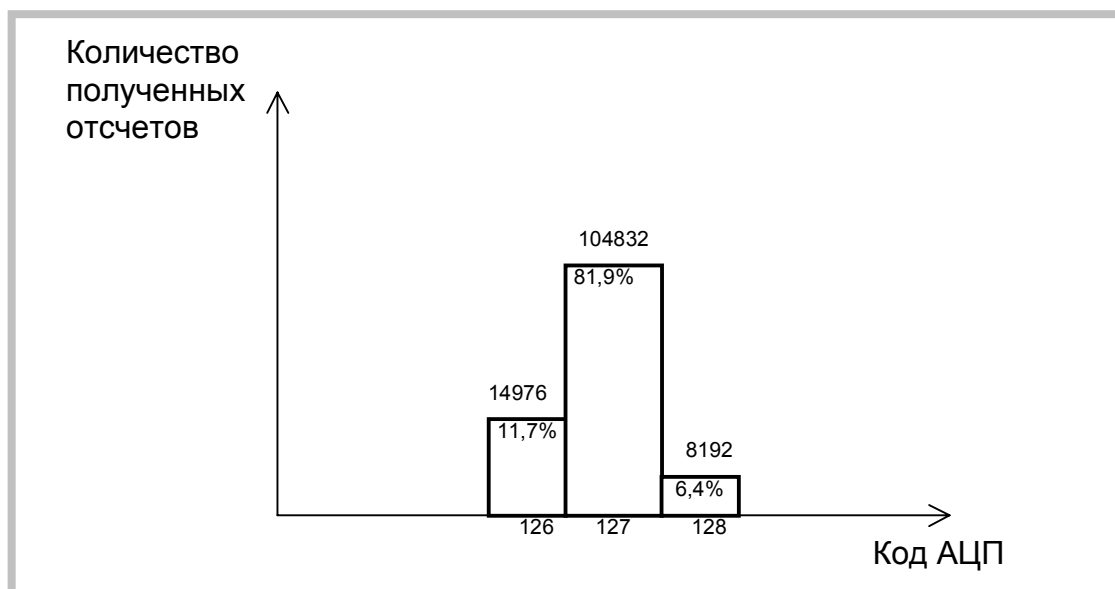

Рисунок 18. Статистика результатов данных 5
- 5) Диапазон входного сигнала АЦП платы ЛА-н10М6 $\pm 0,5В$. Частота запуска АЦП - 50МГц. Число собранных отсчетов 128000 (Рисунок 18).